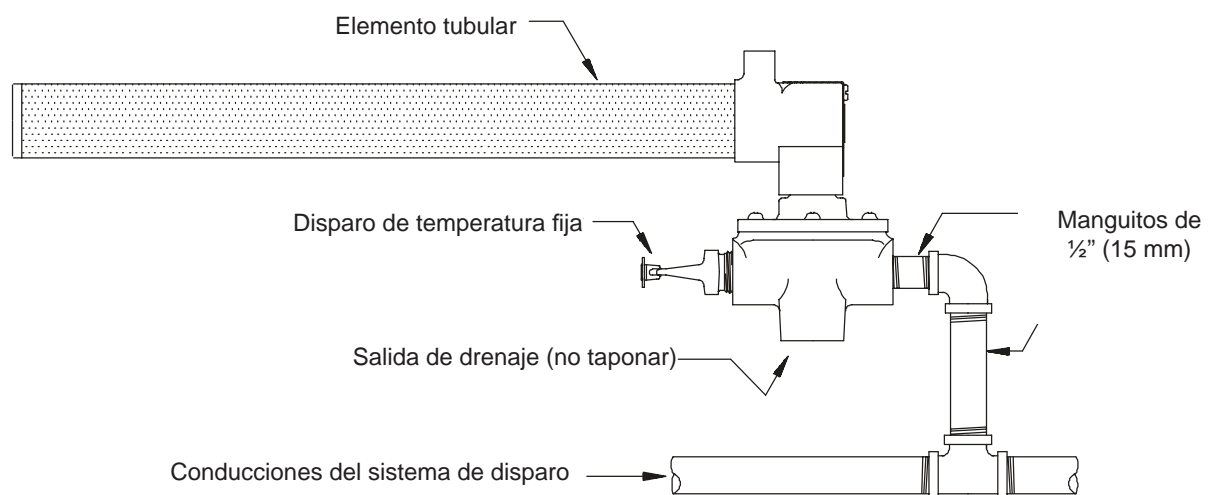

Figura 1
5. Salvo que se especifique otra cosa en las fichas técnicas, la línea de disparo será de tubo de ½" de acero galvanizado o cobre. Antes de instalarla, debe limpiarse su interior y eliminar las sustancias extrañas. Utilice manguitos de ½" (15 mm) para conectar cada disparo termostático a la línea de disparo tal como se muestra en la Figura 1.